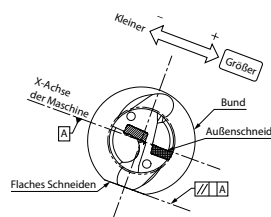

Abb. 2 Äußere Wendeschneidplatte zeigt nach oben
2. Wenn Sie den Bohrdurchmesser vergrößern möchten, müssen Sie das Werkzeug entlang der x-Achse zur äußeren Wendeschneidplatte verschieben (siehe Abb. 2 und 3).